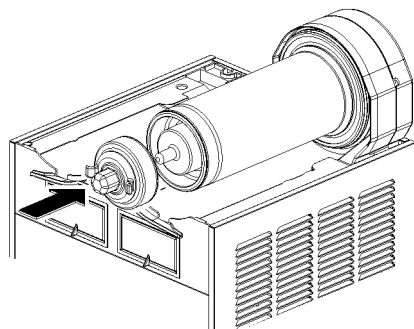

figure 13
- 5 Introduire le rotor magnétique extérieur dans l'évaporateur en veillant à l'accompagner jusqu'au fond (voir figure 13).